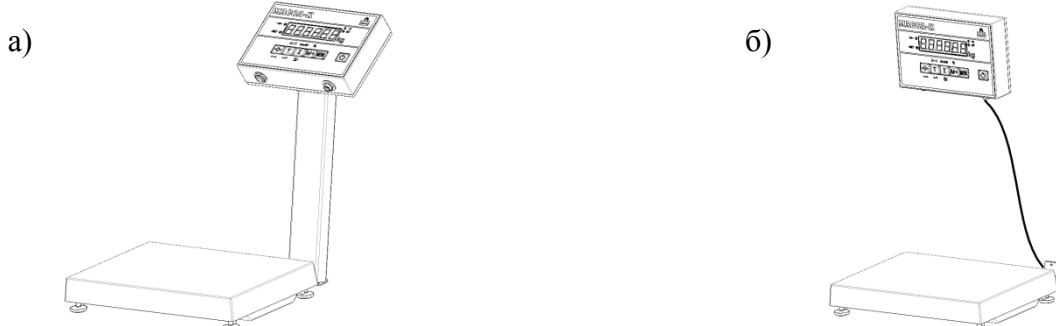

Рис. 6.1 - Варианты размещения устройства управления
6.6 Выбрать удобный вариант размещения устройства управления для работы с весами (Рис.6.1).